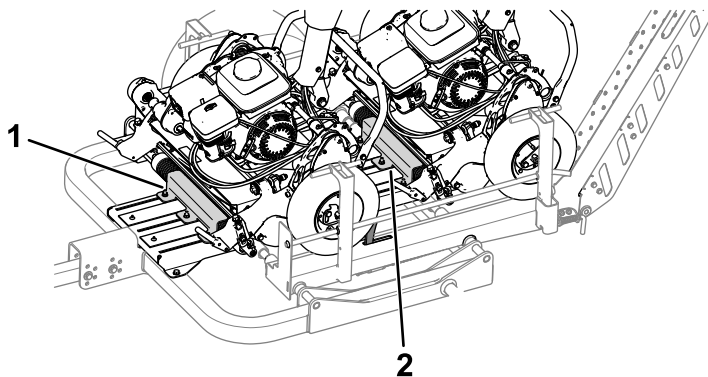

Figura 31
- B. Deslize para trás a montagem do rolo traseiro (Figura 31) até contactar o rolo dianteiro da máquina traseira.
- E. Deslize para trás a montagem do rolo frontal (Figura 31) até contactar o rolo dianteiro da máquina frontal.